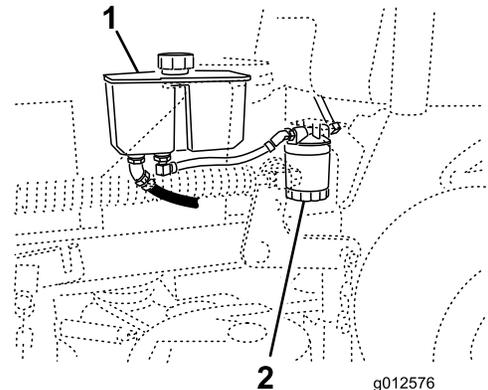

図 76
3. フィルタの取り付け部の下に廃油受けを置く（図 76）。